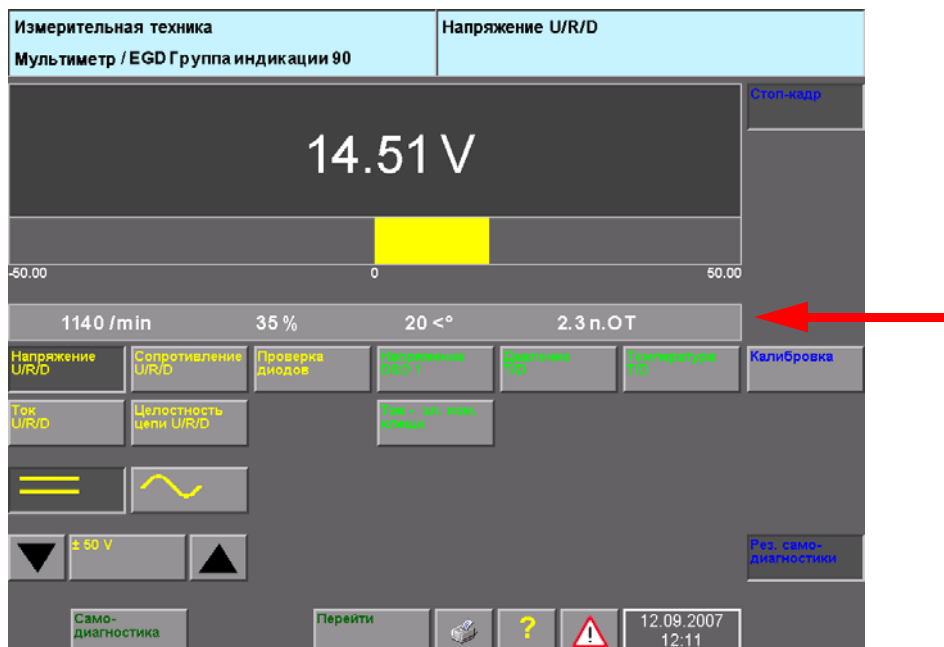

Рис. 5-22 Окно «Мультиметр» с индикацией значений измеряемой величины, полученных от самодиагностики автомобиля
В качестве опции можно параллельно вести самодиагностику автомобиля и работать с измерительной техникой. При этом с помощью окон «Мультиметр» и «DSO» можно, в дополнение к значениям измеряемой величины, отображать следующие значения, которые самодиагностика автомобиля циклически считывает в фоновом режиме (см. рис. 5-22):
3. Нажать кнопку «Результаты самодиагностики». Будут отображены до четырех значений, циклически регистрируемых в фоновом режиме (см. рис. 5-22).